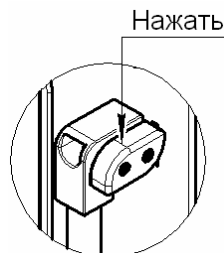

Рис.6
7.4 Когда, при достижении заданной температуры воздуха в камере сигнальные лампы (рис.4, поз.6, 7) погаснут, откройте дверку, нажав на кнопку (рис.6) и установите противни на нужный уровень (1-ый уровень – под камеры; 2, 3, 4 и 5 уровни – на направляющие). Закройте дверку.